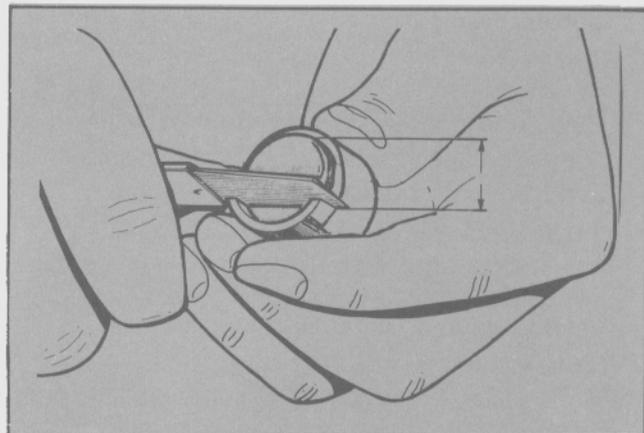

Fig. 41 - Corte de la boquilla aplicadora de imprimador.
- Tomar un recipiente con una tapa plástica (frasco) y un fieltro de igual dimensión que la tapa. Adecuar la tapa, al borde en el que se va a aplicar, para conseguir el ancho de imprimador recomendado (Fig. 41)